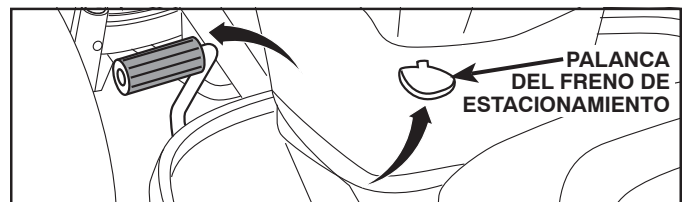

Fig. 3
INSTALE LA SEGADORA (Vea Fig. 3 - 15)
1. ACCIONE LA PALANCA DEL FRENO DE ESTACIONAMIENTO Y LA PALANCA DE LEVANTAMIENTO DEL ACCESORIO INFERIOR (Vea Fig. 3 et 4)